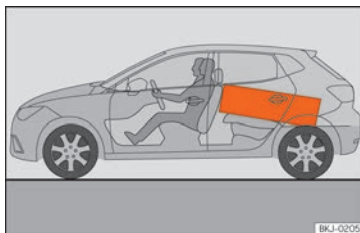

Fig. 162 Los objetos pesados deberían transportarse lo más adelante posible.
- Coloque los objetos pesados en la parte delantera del maletero, lo más al fondo posible » **fig. 162**.